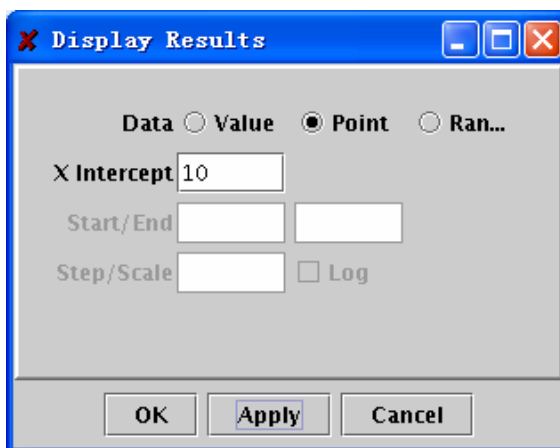

图 8.22 选择 x 轴某一点上的值输出
- 若在“Data”中选择“Point”，那么“Display Results”窗口将变成图 8.22 的形式。
“X Intercept” 栏被激活，“Calculator” 将显示缓存中表达式在该栏中所填入的坐标点上的特定值。例如，在图 8.22 中填入的是“10”，输出结果如图 8.23 所示。